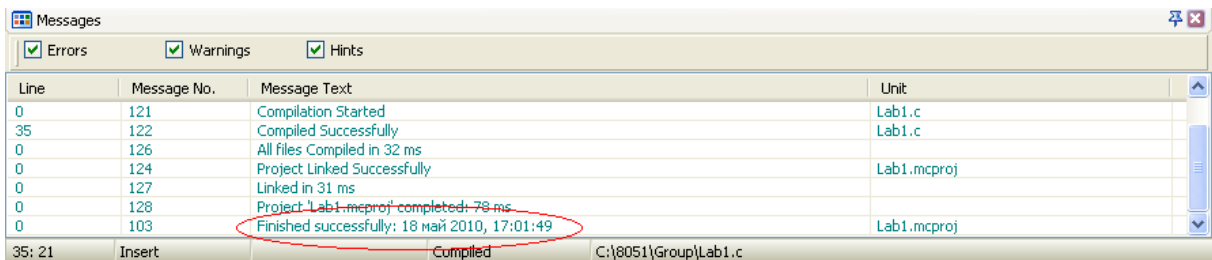

Рис. 5. Сообщение об успешной компиляции проекта
7. После того, как программа написана, необходимо осуществить компиляцию проекта с помощью команды меню **Project**→**Build**. Если в программе отсутствуют ошибки, то в окне сообщений будет выведена информация об успешном выполнении компиляции (рис. 5).